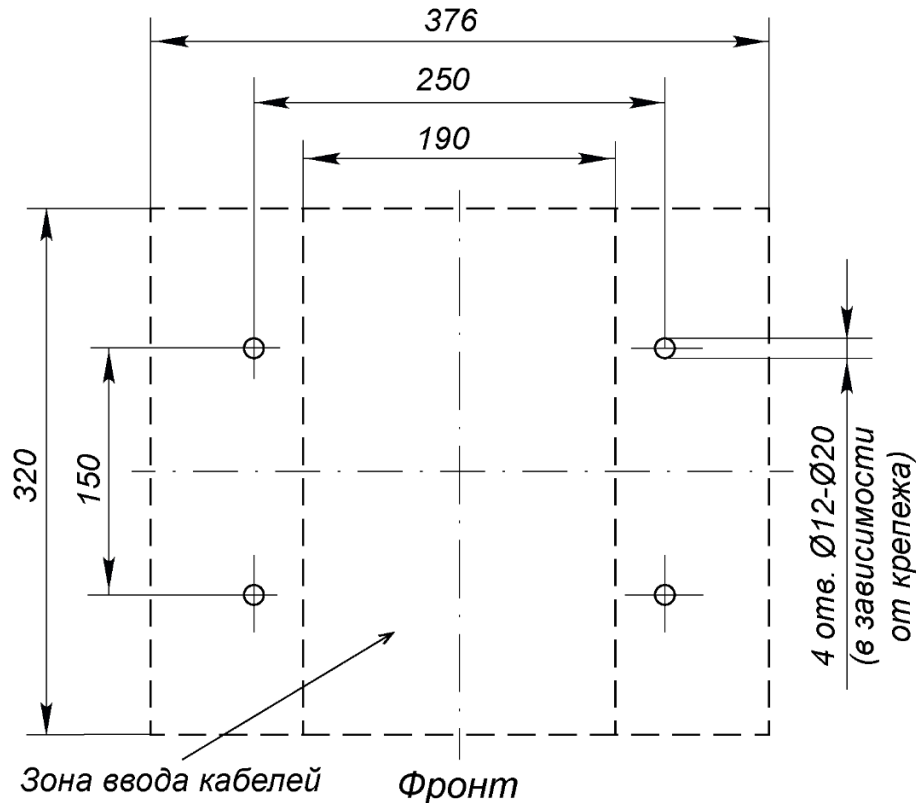

Рисунок 4. Схема разметки для установки паркомата
Схема разметки установочных отверстий паркомата приведена на рис. 4.
2. В соответствии со схемой, приведенной на рис. 4, произведите разметку и разделку отверстий в полу под гильзы анкеров для крепления паркомата.
3. При необходимости прокладки кабелей под поверхностью пола подготовьте в полу кабельный канал, подходящий к зоне ввода этих кабелей в паркомат. Расположение зоны подводки кабелей указано на схеме, приведенной на рис. 4.